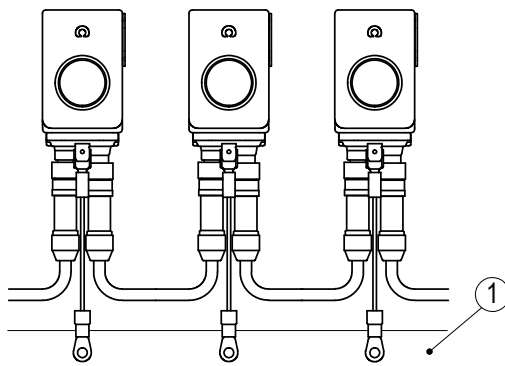

Abb. 7: Erdungsschiene
Zum Schutz vor Störungen müssen die Schirme der Signalleitungen und Netzleitung beidseitig angeschlossen werden. Potentialunterschiede führen zu unzulässigen Strömen auf dem Schirm. Den Erdungsanschluss ③ zwischen den Anschlusssteckern auf das Schutzleiterpotential legen (siehe Abb. 6). Verwenden Sie dazu 6.3 mm Flachstecker mit kurzer Litze 2.5 ... 4 mm² (nicht im Lieferumfang). Bei mehreren Positionsanzeigen wird empfohlen die Erdung auf eine Erdungsschiene ① anzuschließen (siehe Abb. 7).